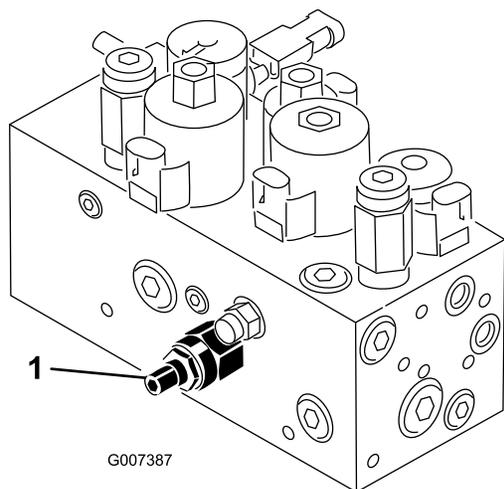

Figura 56
Il circuito di sollevamento/abbassamento degli apparati di taglio della macchina è dotato di una valvola di regolazione del flusso (Figura 56). Questa valvola viene prerogolata in fabbrica con un'apertura di 3 giri circa, ma è talvolta necessario regolarla per compensare i dislivelli delle temperature dell'olio idraulico, delle velocità di tosatura, ecc. Se necessario, regolate come segue:
1. Alzate il sedile e individuate la valvola di regolazione del flusso per il telaio di trazione centrale (Figura 56), situata accanto al collettore idraulico.